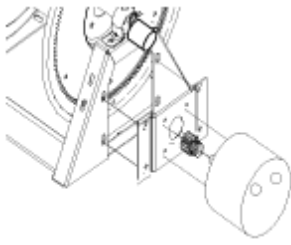

Fig 6.0 1125/1275 Series
- 2.) Entfernen Sie die Schrauben die den Motor unterstuetzen und/oder die Klammer zu dem Band. Siehe Figure 6.0 bis 8.0 je nach dem Model des Bandes.